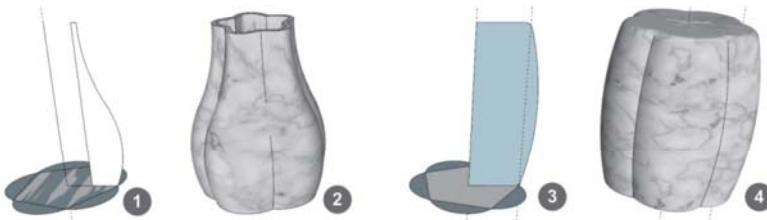

图2.2.1 两组满意的放样
2.1节还介绍了“路径跟随工具的局限性”,本节还要讨论路径跟随工具的另外一些局限性:请看图2.2.1①③,这是两组放样用的路径与放样截面,图2.2.1②④所示为完成放样后的结果。两组充当放样路径的平面都是“梅花形”,两组放样截面都是带有凸出圆弧的平面。两组实例的放样结果都符合原先的设想。